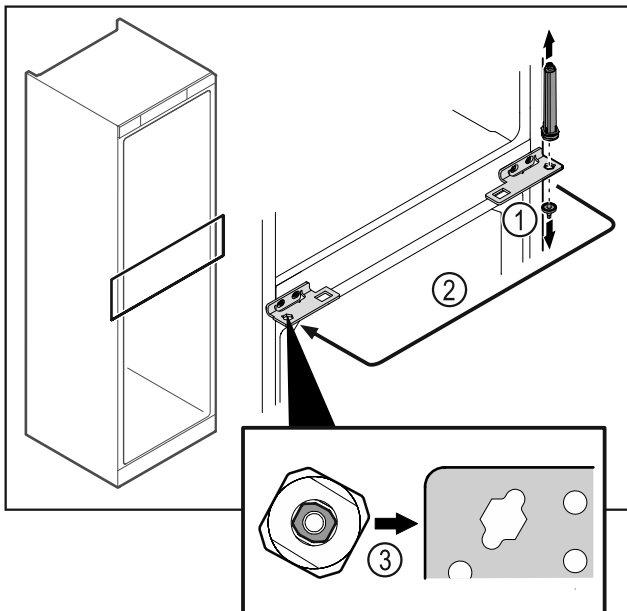

Fig. 43
- ▶ Odšroubujte čep závěsu Fig. 43 (1).
- ▶ Přesaďte uzavírací systém dvířek Fig. 43 (2).
- ▶ Dbejte, aby při vsazování ukazovalo zešikmení čepu Fig. 43 (3) ke kulatému otvoru.